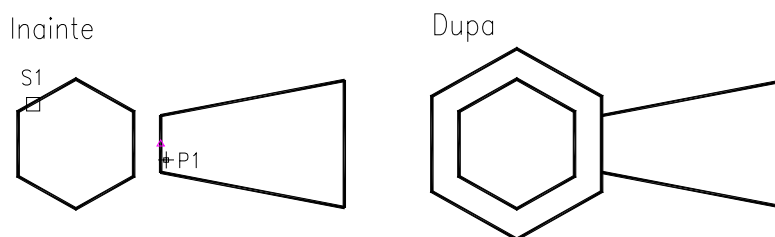

Fig. U6.19
2. Se cere să se construiască un hexagon paralel cu primul care să treacă prin mijlocul laturii mici a trapezului isoscel din dreapta (Fig. U6.19). Se precizează că hexagonul inițial a fost generat cu comanda *POLYGON*.